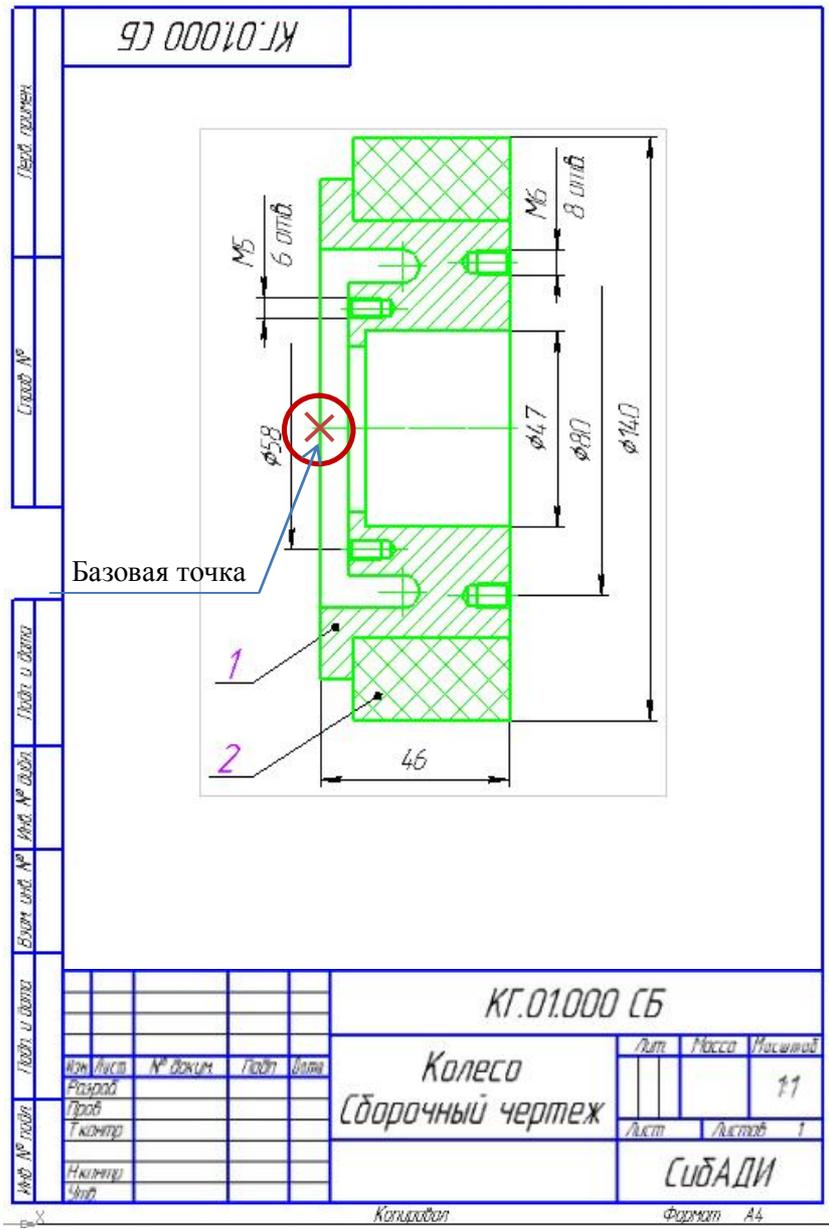

Рис. 4.11. Сборочная единица «Колесо» с указанием базовой точки для копирования
- Откройте чертёж сборочной единицы «Колесо», который находится в папке «... \Колесо\Колесо Сборочный чертёж \_ КГ.01.000 СБ» (рис. 4.11).